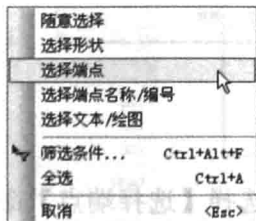
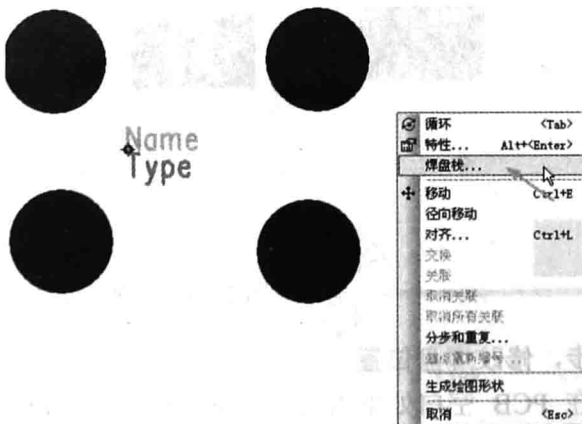

图 4-15 【选择端点】命令
图 4-16 【焊盘栈】命令
(1) 在 PCB 空白处单击鼠标右键, 在弹出的对话框中选择【选择端点】命令, 如图 4-15 所示。然后选中 4 个端点后, 单击鼠标右键, 在弹出的快捷菜单中选择【焊盘栈】命令, 如图 4-16 所示。